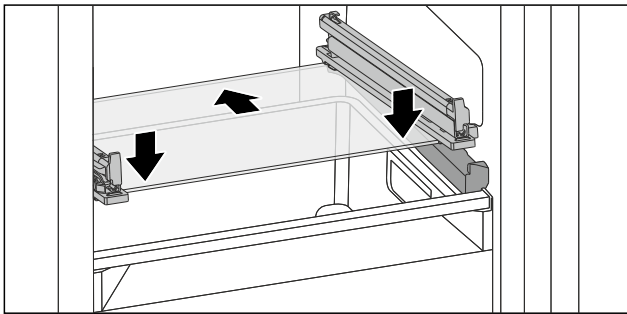

Fig. 141 Glasplatte des abklappbaren Schubfachs
- ▶ Glasplatte schräg hinter den Stopperr aufsetzen. (siehe Fig. 141)